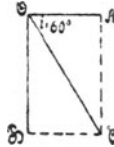

Fig. 47.
**128.** Die Horizontalkomponente des Erdmagnetismus beträgt an einem bestimmten Orte 0,204 [0,185] (0,21) (c, g, s) Einheiten, der Inklinationswinkel  $60^\circ$  [70°] (45°). Wie groß ist hiernach die Vertikalkomponente und die Intensität des Erdmagnetismus? (Fig. 47.)